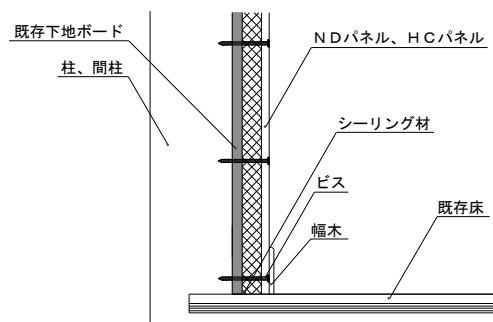

図11 幅木を取り外した場合の壁下端納まり図(例)
④ 壁下端部納まり図(例) [床一壁]
- ・ 既存の幅木が外せる場合は、取り外して図11のように施工してください。